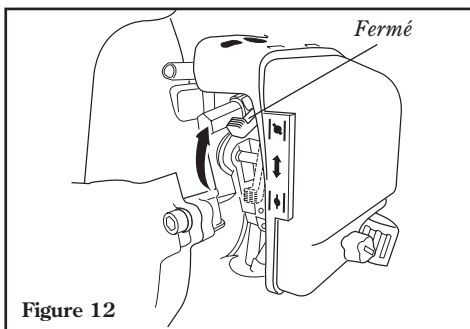

Figure 12
3. Placer le levier de starter en position « FERMÉ » quand le moteur est froid. Voir figure 12.